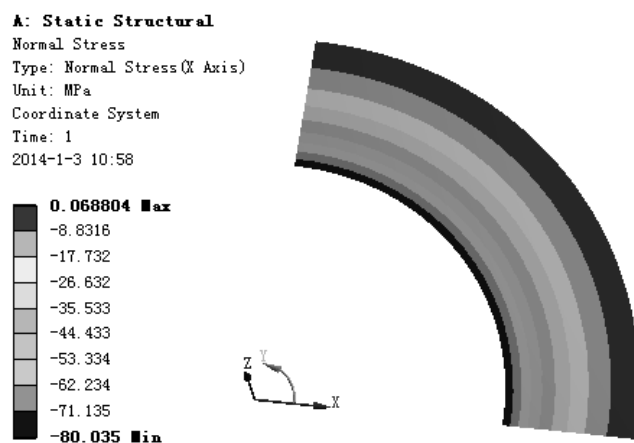

图 7.5.44 径向应力结果图解
(3) 查看径向应力结果图解。在“Outline”窗口中选中  **Normal Stress**, 查看图 7.5.44 所示的径向应力结果, 其最小径向应力为 -80.035 MPa, 其最大径向应力为 0.068804 MPa。